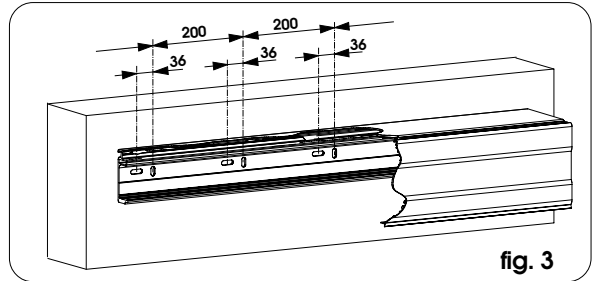

fig. 3
• Fije el travesaño inicialmente en coincidencia con una ranura vertical de un extremo, y con una ranura horizontal del otro extremo (utilizando tornillos M8 con sus correspondientes tacos) y nivele hasta que quede paralelo al pavimento. Efectúe una fijación central levantando con fuerza el travesaño para alinear los tres puntos de fijación. Proceda con las restantes fijaciones alternando ranuras verticales y horizontales (fig. 3).